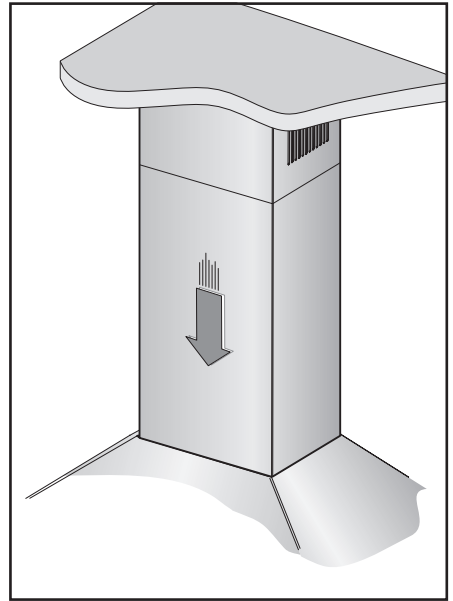

Fig.14
- Fjern tapen **L** og anbring det nederste skorstensstykke på emhættedelen (Fig.14).